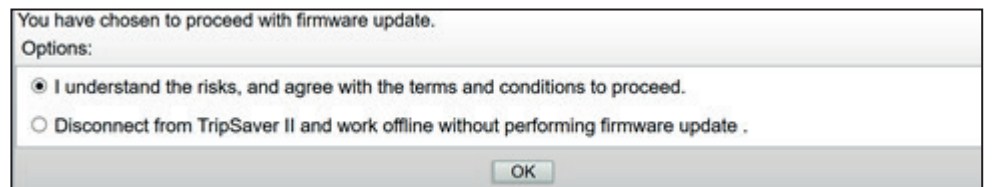

Figura 54. El cuadro de diálogo de Términos y Condiciones de la actualización del firmware.
**PASO 6.** Se abrirá un segundo cuadro de diálogo. Vea la Figura 54. Acepte los términos y condiciones seleccionando la opción adecuada. Luego, haga clic en el botón **OK**. Si en lugar de ello desea abortar la actualización del firmware, seleccione la opción **Disconnect from the TripSaver II and work offline without performing firmware update (Desconectar del TripSaver II y trabajar fuera de línea sin realizar la actualización del firmware)** y haga clic en el botón **OK**.